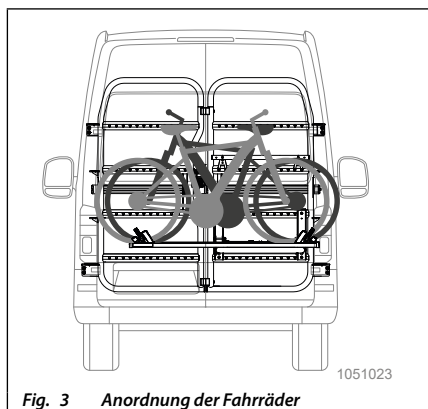

Fig. 3 Anordnung der Fahrräder
- Ordnen Sie die Fahrräder immer wechselseitig an (Fig. 3). Die Fahrräder dürfen sich nicht berühren, ändern Sie wenn nötig die Pedalstellung und die Lenkerstellung oder verschieben Sie das Rad in den Fahrradschienen.